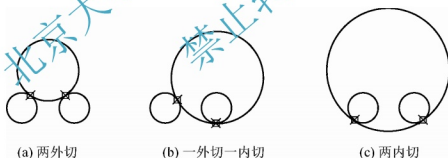

图 3-13 相切情况
- (1) **【相切、相切、半径(T)】**方式绘制切圆时, 半径值必须大于或等于两个指定对象之间最小距离的一半, 否则“圆不存在”。
- (2) **【相切、相切、半径(T)】**方式绘制相切圆时, 切圆取决于切点的位置和切圆的半径。如图 3-13 所示为一个大圆与两个小圆相切的三种情况, 即取图 3-13(a)、(b)、(c)内不同位置的切点和半径, 可分别得到不同的相切大圆。